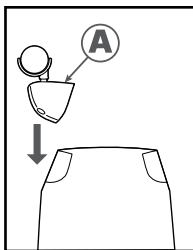
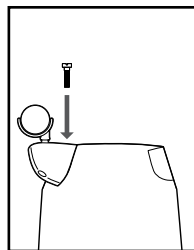

FIGURA 3
FIGURA 4
4. Con la entrada al depósito mirando hacia usted, tome el conjunto de ruedas marcados con la letra **A** **(FIGURA 3)** y colóquelo en la ranura a la izquierda del depósito, también marcada con la letra **A**. Sujete con el tornillo proporcionado. **(FIGURA 4)**